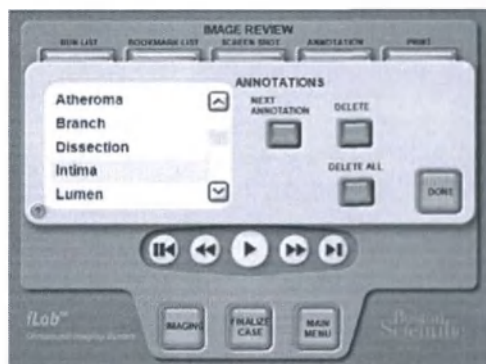

Рисунок 2–72. Диалоговое окно примечаний
- 2 Нажмите на кнопку ANNOTATION (ПРИМЕЧАНИЕ), чтобы вывести на дисплей диалоговое окно ПРИМЕЧАНИЙ (Рисунок 2–72).